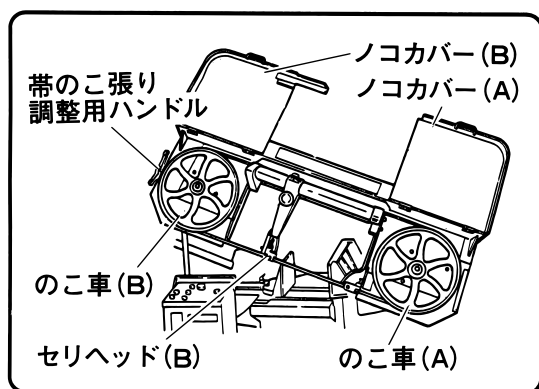

図 17
(1) ノコカバー (A) およびノコカバー (B) を上方に開きます。(図17)
(4) 帯のこ張り調整用ハンドルを反時計方向にまわし、のこ車 (B) をセリヘッド (B) の方に移動させます。(図17, 19)
(5) 帯のこをフレームの上方側よりさし込み、さらにのこ車 (A) , のこ車 (B) の順にかけてください。(図17)
- (11) ノコカバー (A) およびノコカバー (B) を下方に閉じます。(図17)
- (12) 電源プラグを電源にさし込みます。
- (13) 電源スイッチを入れ、運転スイッチを押して、帯のこが異常なく回転することを確認してください。